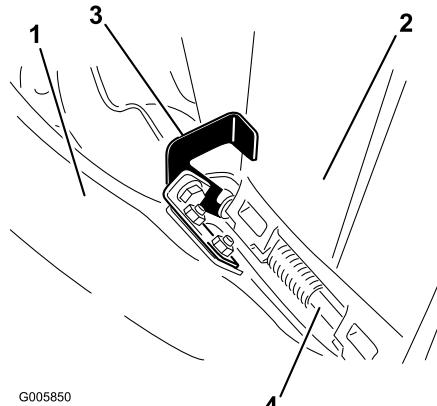

Figura 15
6. Enganche el cierre en forma de gancho del extremo superior del conducto alrededor de la varilla de pivote del deflector, según se muestra en Figura 15.